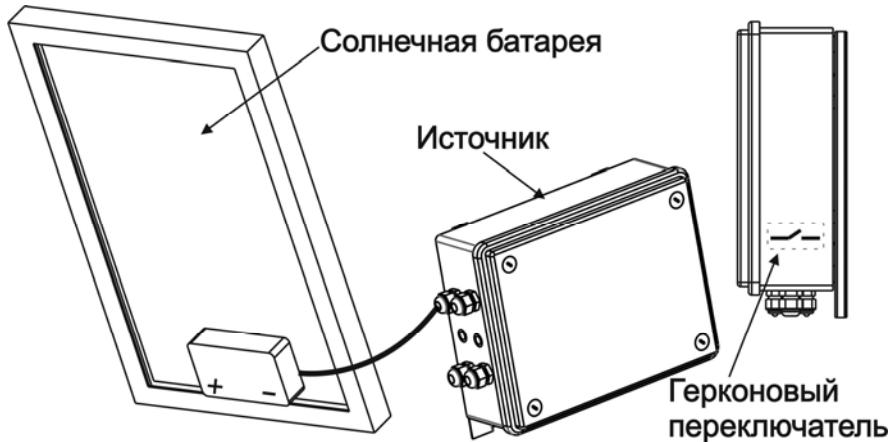

Рисунок 1
**Источник представляет собой** устройство питания нагрузки от АКБ, заряжаемой от солнечной батареи, и размещенное в пластиковом корпусе, состоящем из днища и крышки (см. рисунок 1). АКБ устанавливается внутри корпуса.
Источник оснащен герконовым переключателем, предназначенный для запоминания порога освещенности, соответствующего включению выходов. Процесс запоминания инициируется поднесением магнита к месту расположения герконового переключателя (см. рис.1). При кратковременном замыкании происходит запоминание текущего уровня освещенности как порога «ДЕНЬ-НОЧЬ».
- - Настроить порог срабатывания по уровню освещенности (подстраивается герконовым переключателем расположенным с внутренней стороны днища источника справа (см. рис.1)), для этого необходимо поднести магнит к месту расположения герконового переключателя (см. рис.1), кратковременное замыкание которого вызывает запоминание текущего уровня освещенности как порога «ДЕНЬ-НОЧЬ».
При низком уровне освещенности солнечного фотоэлектрического модуля не происходит переключение в автономный режим работы от АКБ.	a) Не настроен порог срабатывания фотодатчика по уровню освещенности. Настроить порог срабатывания по уровню освещенности, посредством герконового переключателя (см. рис.1); б) Проверить соединение на клеммах аккумулятора, обнаруженные неисправности - устраниТЬ. в) Проверить напряжение на клеммах АКБ, при напряжении менее 11,0 В аккумуляторную батарею поставить на зарядку или заменить.